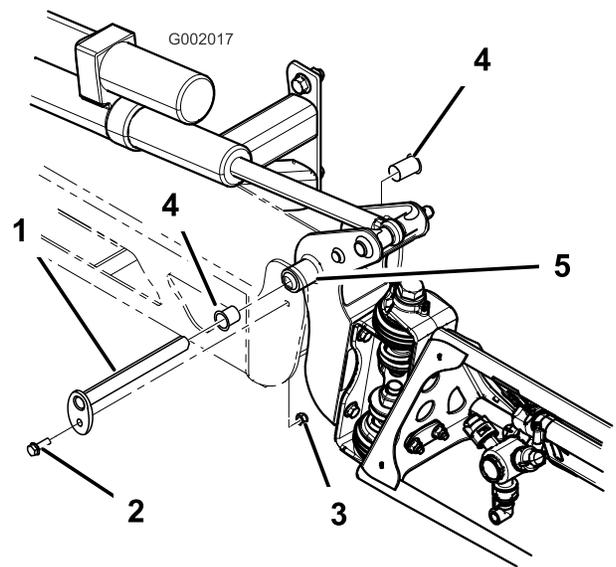

Figura 73
- Quando il peso della barra è supportato, togliete il bullone e il dado che fissano il perno di articolazione nel gruppo barra (Figura 73). Togliete il perno di articolazione.
- Togliete le boccole di nylon dal lato frontale e posteriore della staffa orientabile e controllatele (Figura 73). Sostituite le boccole avariate.
- Montate la barra e la staffa orientabile nel telaio centrale, allineando i fori (Figura 73).